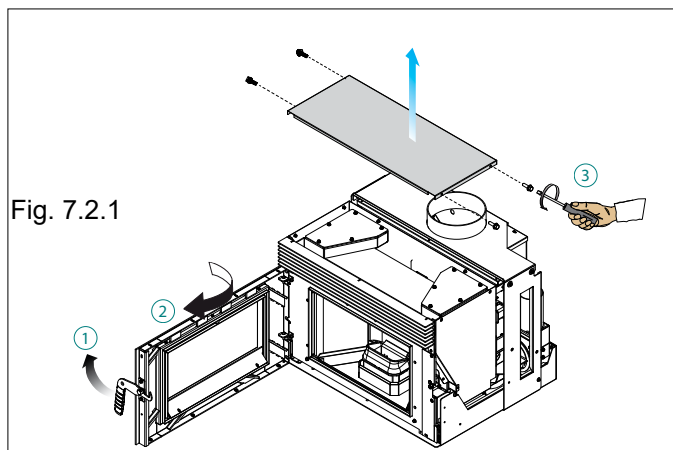

Fig. 7.2.1
- A) Aprire la porta (1) togliere il pannello superiore (2) svitare e rimuovere il pannello superiore(3) Fig. 7.2.1